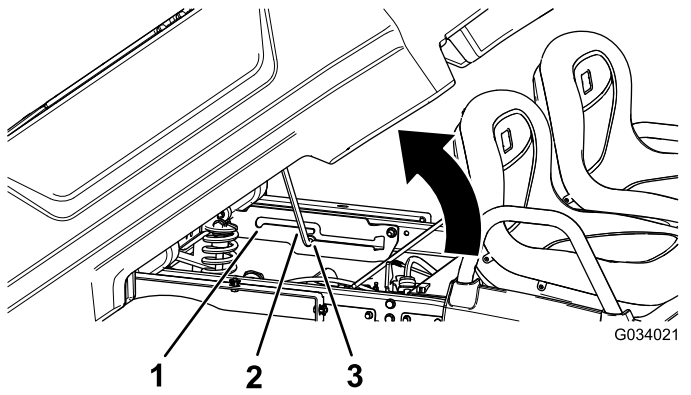

Bild 14
und befestigen Sie die Staubox für das Entleeren (Bild 14).
2. Ziehen Sie die Stützstange in den Arretierungsschlitz für die Wartungsstellung und befestigen Sie die Staubox für die Wartung (Bild 14).
2. Schieben Sie die Stützstange aus dem Arretierungsschlitz heraus (Bild 14).